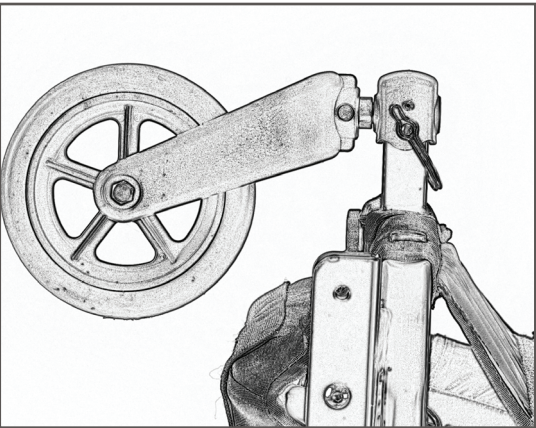

図33
8. スイベル・ホイールの車軸をブラケットに挿入してからQuick-Release ピンをブラケットの穴に入れ、Quick-Release ピンを閉じてホイールをロックしてください (図33)。